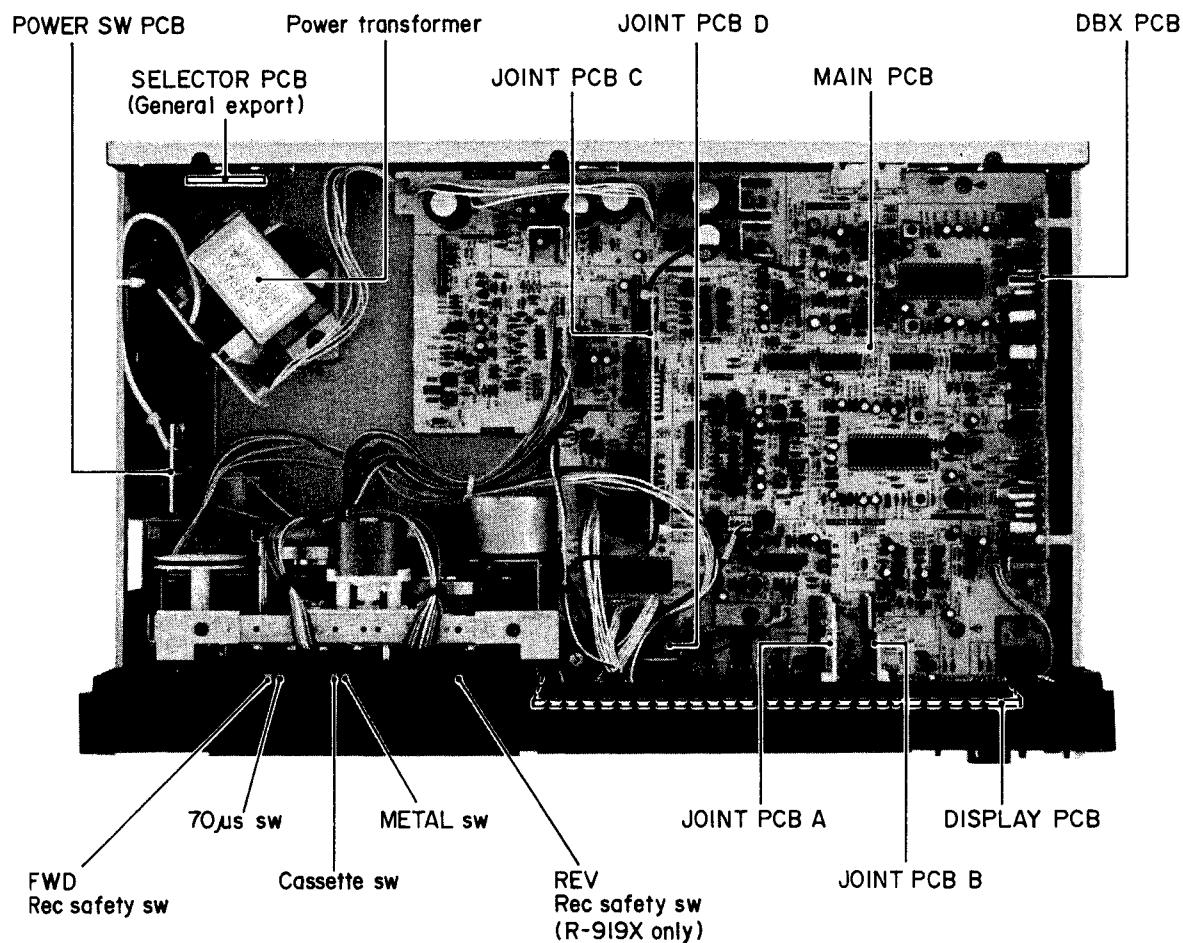

Fig. 3-1 Top view 上面図
- Press the cassette switch (see Fig. 3-1) up to set the deck to the playback mode.
- カセット・スイッチ (Fig. 3-1 参照) を上方に押してプレイ・モードにする。